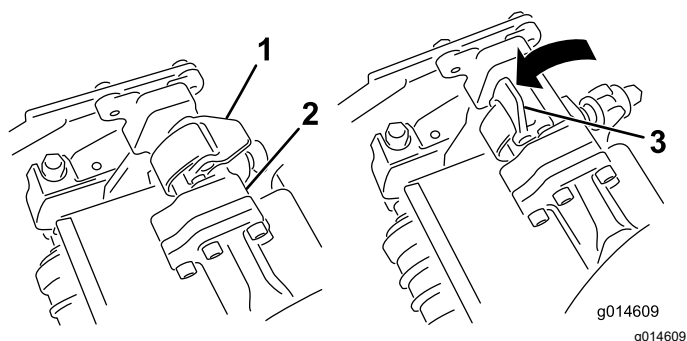
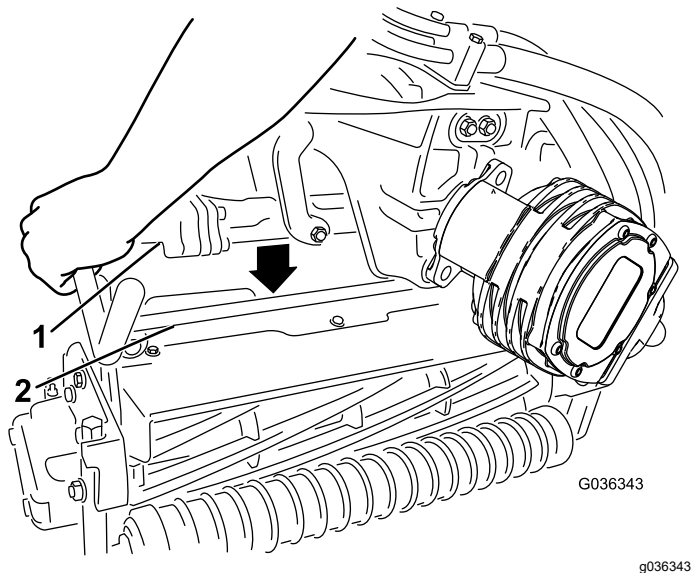

Figura 54
Figura 55
4. Con los enganches del brazo de suspensión orientados hacia arriba (es decir, abiertos (Figura 54), empuje hacia abajo el brazo de suspensión de modo que la barra encaje en la barra situada en la parte superior de la unidad de corte (Figura 55).
- Presione los enganches hacia abajo alrededor de la barra de la unidad de corte y bloquéelas (Figura 54).
5. Abra los enganches de la barra del brazo de suspensión de la unidad de corte que está retirando (Figura 54).